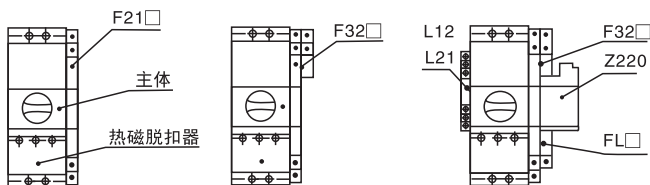

图2
4.8 功能模块组合形式举例见图2。
5.1 KB0主要由主体、热磁脱扣器以及辅助触头等附件模块组成，结构位置如图2所示；